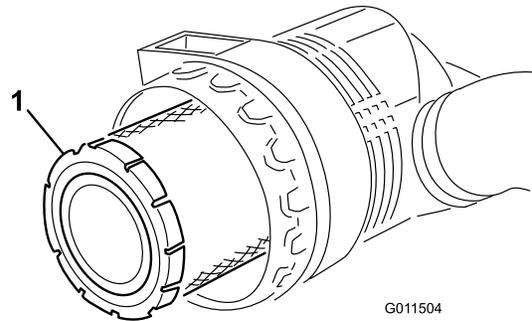

Figura 52
3. Retire e substitua o filtro primário (Figura 52).